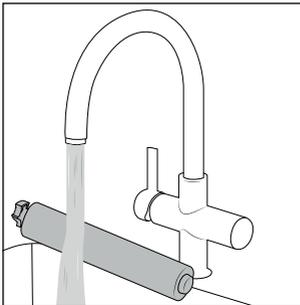

Fig. 35
- ◆ Rengør sprøjtebeskyttelsen **7** og børsterullen **6** under rindende, varmt vand (se fig. 35).